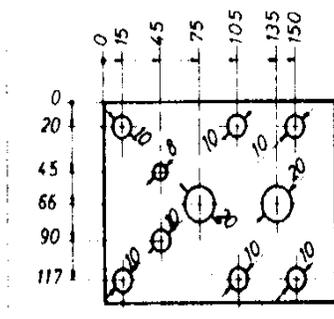

Fig. 15
Indicamos a continuación varios ejemplos (**Fig. 15, 16, 17 y 18**)
b.1) Acotación por coordenadas. (**Fig. 15 y 16**)